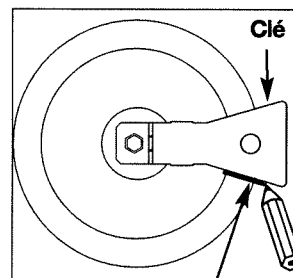

Fig. 3
- ⇨ Tracez une ligne sur la plaque d'âtre à l'aide d'un crayon à l'endroit indiqué (fig. 3).